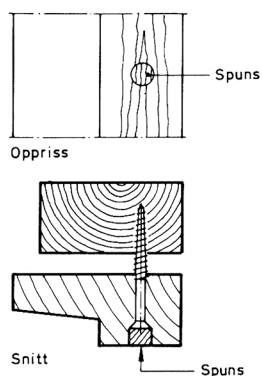

Fig. 223
- 223 Hvis trestrukturen skal være synlig, festes karmen med skruer som plasseres i utborede hull og forsenkninger, se fig. 223. Hullene spunses med samme treslag og i samme fiberretning som karmen. Skruedimensjon kan være 14/100 eller 16/125.